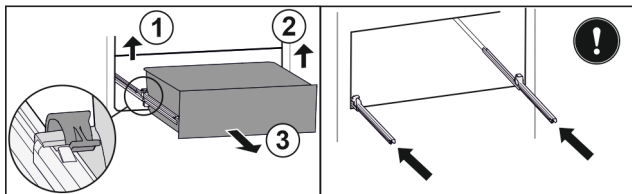

Fig. 129
- ▶ Podnieść lewy zacisk i wysunąć jednocześnie szufladę po lewej do przodu. Fig. 129 (1)
- ▶ Podnieść prawy zacisk i wysunąć jednocześnie szufladę po prawej do przodu. Fig. 129 (2)
- ▶ Wyjąć szufladę do przodu. Fig. 129 (3)